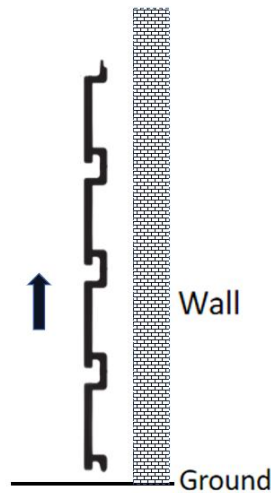

Figure 1
3. Installez le sens du panneau mural , voir la figure 1 .